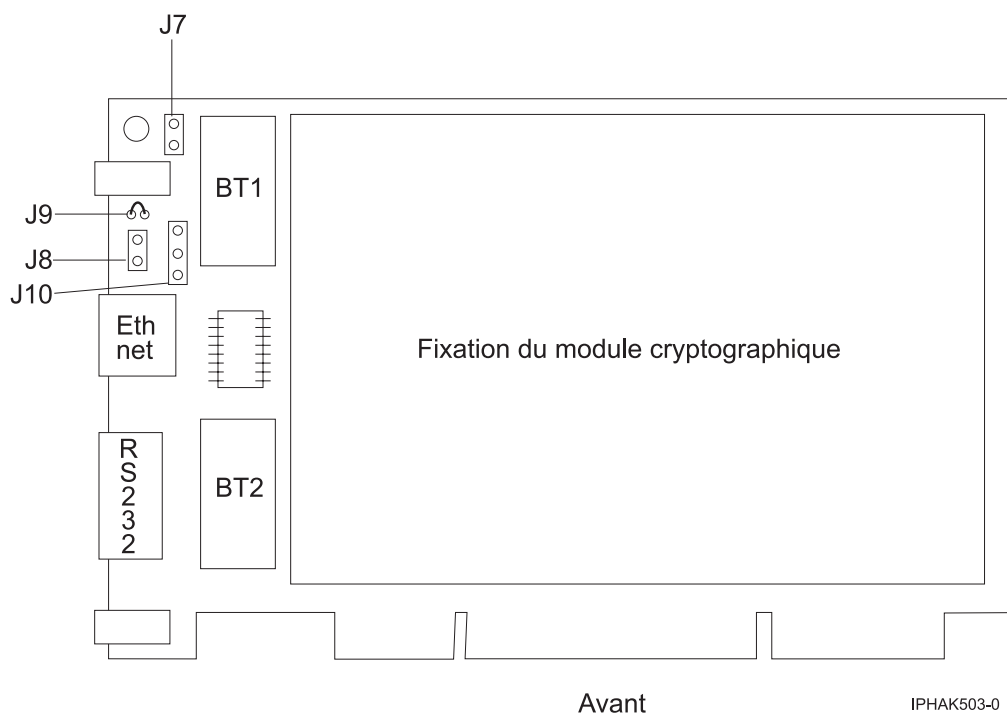

Figure 38. Recto de l'adaptateur
6. Insérez l'une des nouvelles batteries dans le bloc de batteries fourni avec le kit. Alignez le + de la batterie avec le + du bloc de batteries (l'extrémité avec le câble rouge). Connectez les câbles du bloc au connecteur J10 situé près du port série RS-232, comme illustré dans la figure 38, à la page 138. Le connecteur est polarisé pour garantir un branchement correct.